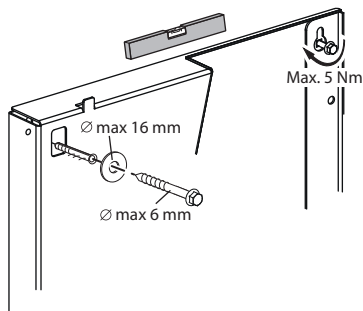

Fig. 3: Wandmontage
- An 230 V Niederspannungsnetze anschließen. Bei Anschluss an IT-Netze (Isolet Terre Netzform) unbedingt sicherstellen, dass die Spannung zwischen den Außenleitern (L1-L2, L2-L3, L3-L1 → Fig. 3) 230 V nicht überschreitet. Im Fehlerfall (Erdschluss) darf die Spannung zwischen Außenleiter und PE 230 V nicht überschreiten.